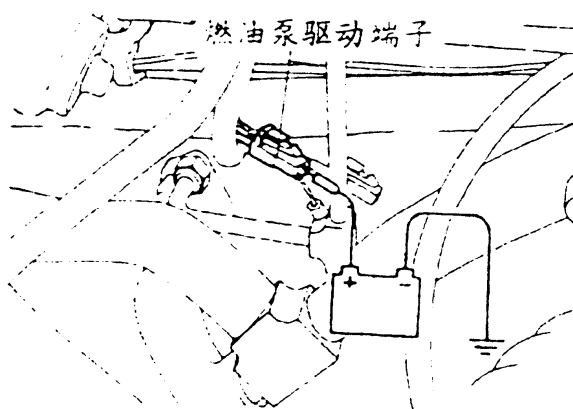

图 3-42 连接燃油泵驱动端子
①拆下专用工具（MD998709）的组合接头，将软管接头（MD998742）装到组合接头软管上。
②将油压表装到接头软管上，放入适当的 O 型环以防止漏油。
③将步骤①与②组合好的专用工具装在分油管与高压油管之间。
④如图 3-42 所示，用跨接线将燃油泵驱动端子直接接到蓄电池的正极，使燃油泵动作。